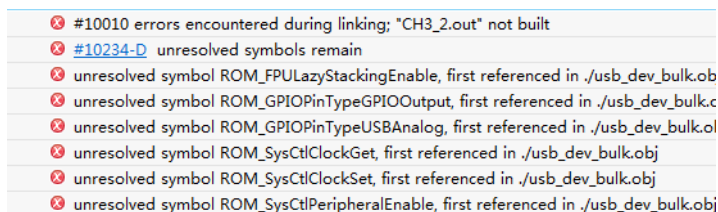

图 3-24 编译错误
- (7) 添加完成后，再次编译工程，仍然会有有错误提示。如图 3-24 所示（截取了部分错误）。提示的错误表示无法处理以“ROM\_”开头的函数，而非未定义，说明这些函数在函数库中是被定义过的，但是在编译的过程中无法确定这些函数。